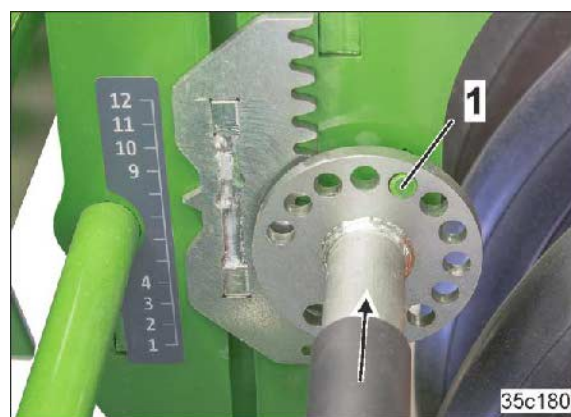

Fig. 127
4. Efter indstillingen skal spærrefortandingen gå fuldstændigt i indgreb (Fig. 127/1).